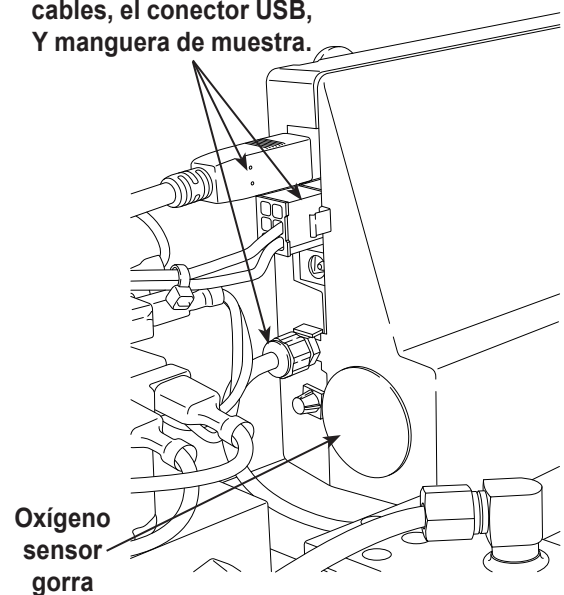

Figura 13
3. Desconecte el cableado, el conector USB y la manguera de muestra del identificador. Vea la Figura 13.